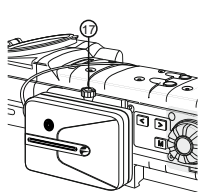

Abb.2
- Schließen Sie den Stecker (1) der externen Stromversorgung an den Anschluss des digitalen (5) Nachtsichtgerätes an.
- Mittels der Halterung kann die EPS31 auf die Weaver-Schiene des digitalen Nachtsichtgerätes aufgesetzt werden (Siehe Abb. 2). Geräte ohne Weaver-Schiene können mit der EPS31 mithilfe des Adapters für das Stativgewinde $\frac{1}{4}$ Zoll ausgestattet werden.
- Dafür schrauben Sie den Adapter ins Stativgewinde des digitalen Nachtsichtgerätes ein und befestigen Sie EPS31 auf die Weaver-Schiene. Ziehen Sie den Griff (17) der Halterung der EPS31.